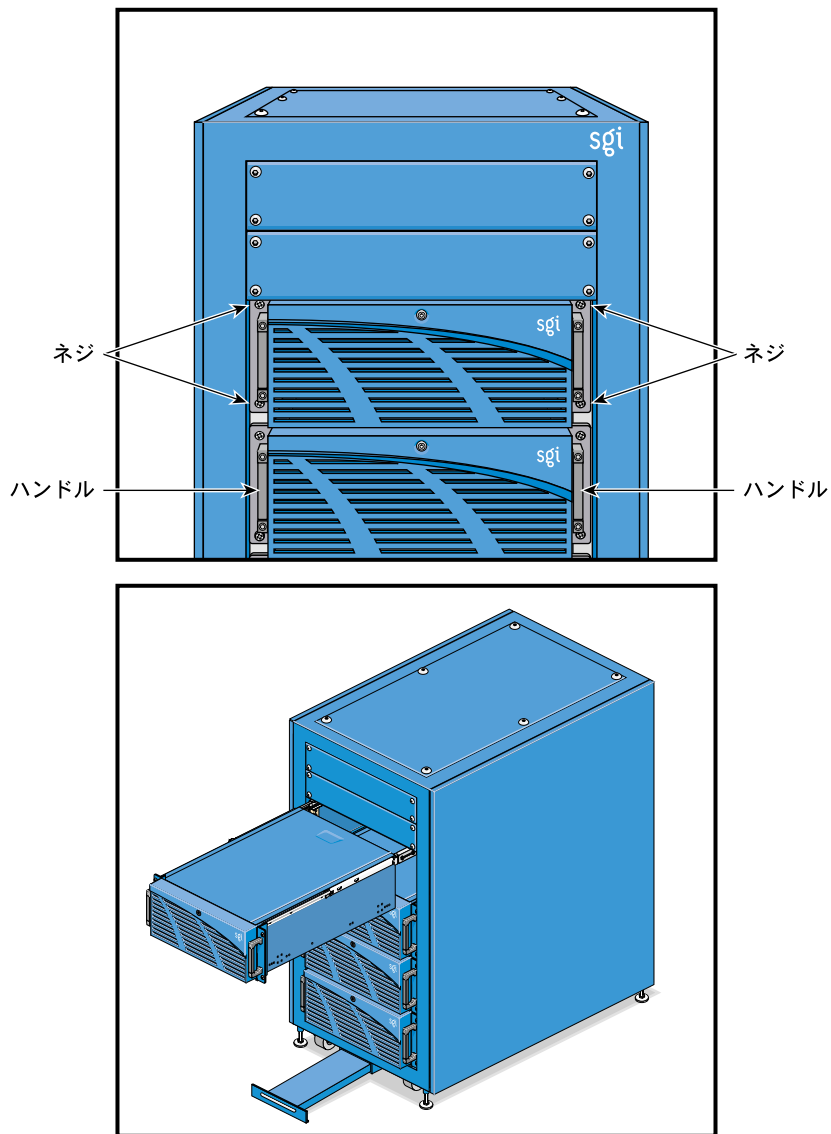

図 4-17 ラックケースへのノードの固定
5. ノードの両端にある 2 つのネジを締めて、ノードをラックケースに固定します。これらのネジは各ハンドルの上下についています。これらはラックのスライドレールのクリップナットに通されています (図 4-17 を参照)。